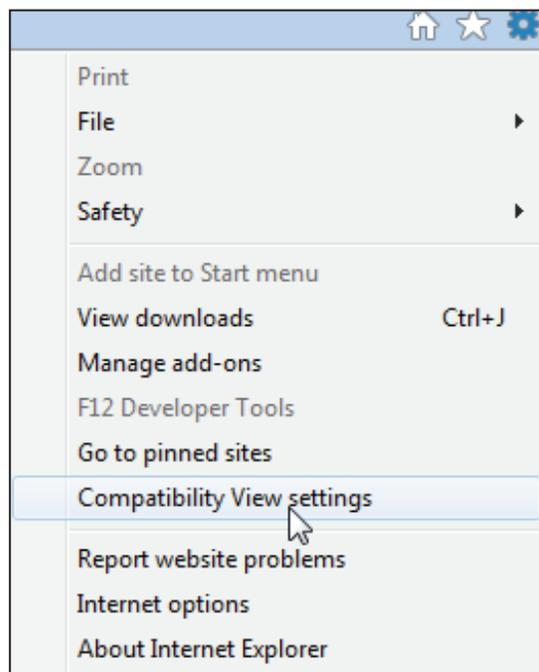

Figura 3. Elegir “Compatibility View settings” desde el menú del Engrane. (Explorer 11 de Microsoft mostrado).
PASO 1. Haga clic en el ícono del Engrane. [O el menú **Tools (Herramientas)** en Microsoft 8 al 10]. Desde el menú desplegable, haga clic en el elemento Compatibility View Settings (Ajustes de la Vista de Compatibilidad). Vea la Figura 3.